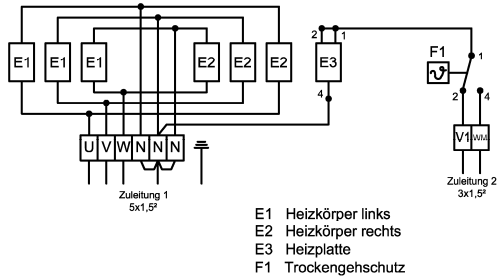

Fig.5
- Anschlusskabel durch die Zugentlastungen einführen und nach Schaltplan (siehe Fig.5) anschließen.